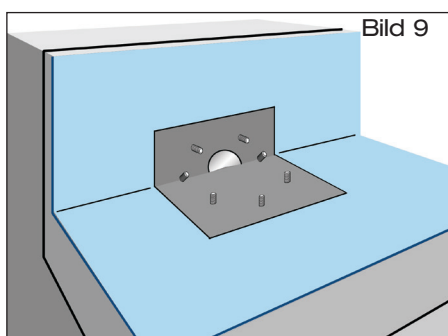

Bild 9
- 2.3 **Dachdichtungsbahn** über Attikaablauf ausrollen und im Bereich des Festflansches aussparen (Bild 9).